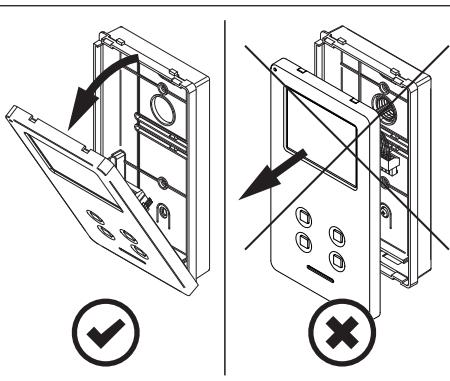

Fig. 4
- Tirez la partie supérieure du couvercle vers l'extérieur comme indiqué sur la **Fig. 4**. **Ne tirez pas le couvercle en direction droite.**